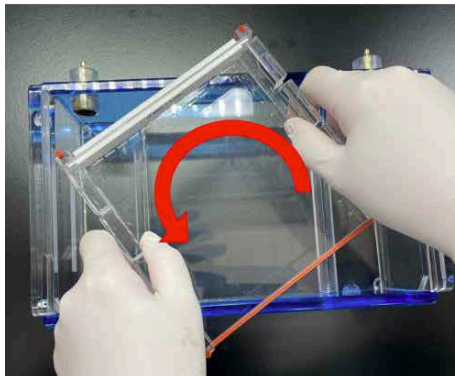

図3. ゲルトレイの回転方向
① ゲルのセッティング
1. 固まったゲルをゲルトレイごと泳動槽から外し、コームのある側を負極側に向くように90度回転させてください。(図3)